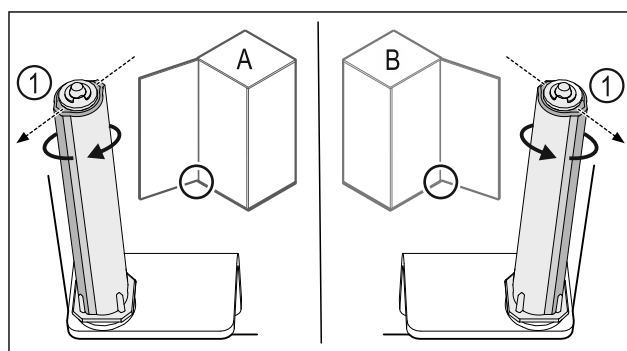

Fig. 42 Vänsterhängd (A)/högerhängd (B)
- Vrid låssystemet mot motståndet, tills låssystemets klack Fig. 42 (1) är vänd utåt.